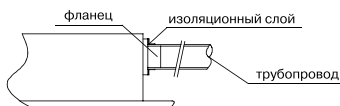

Рис. 31
9. Установите трубопровод (Рис.31).